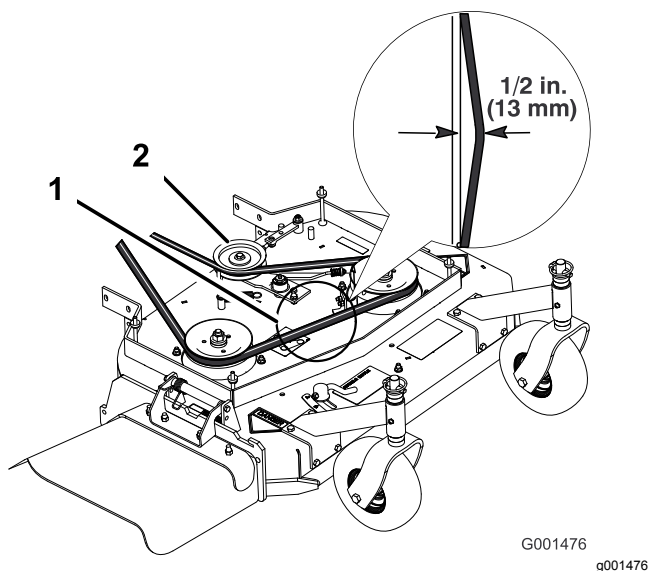
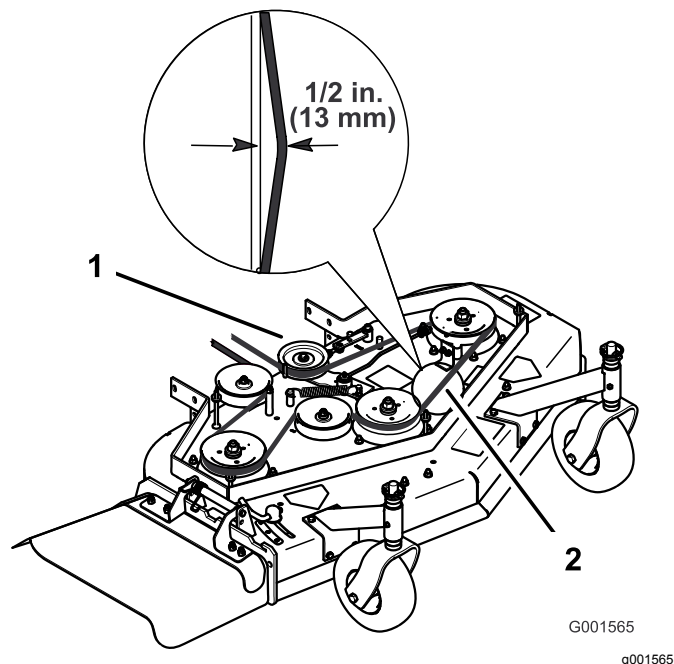

Figura 42
Figura 43
Nota: La tensión correcta de la correa del cortacésped es de 44 – 67 N·m (10 – 15 pies-libra) con la correa desviada 13 mm ($\frac{1}{2}$ ") en el punto intermedio entre las poleas (Figura 42 o Figura 43).
3. Afloje la contratuerca del tensor (Figura 42).
- Gire el tensor hacia la parte delantera de la máquina para reducir la tensión de la correa (Figura 42).
Nota: La tensión correcta de la correa del cortacésped es de 44 – 67 N·m (10 – 15 pies-libra) con la correa desviada 13 mm (1/2") en el punto intermedio entre las poleas (Figura 42).
- Gire el tensor hacia la parte delantera de la máquina para reducir la tensión de la correa (Figura 43).
Nota: La tensión correcta de la correa del cortacésped es de 44 – 67 N·m (10 – 15 pies-libra) con la correa desviada 13 mm ($\frac{1}{2}$ ") en el punto intermedio entre las poleas (Figura 43).